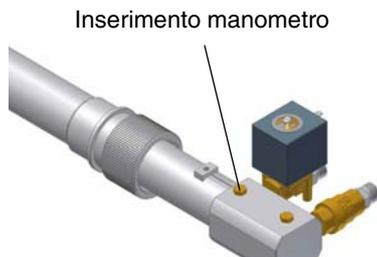

Fig. 24
- 9 La pressione di alimentazione ugello è già pre-tarata in fabbrica e non deve essere cambiata. Solo se necessario, regolare la pressione di alimentazione (vedi relativo paragrafo) nel modo seguente: inserire un manometro nella posizione indicata in Fig. 24 agire sulla vite di regolazione **VR** della pompa (vedi Fig. 23 e pag. 21) fino ad ottenere una pressione all'ugello pari a 20 bar o 25 bar (a